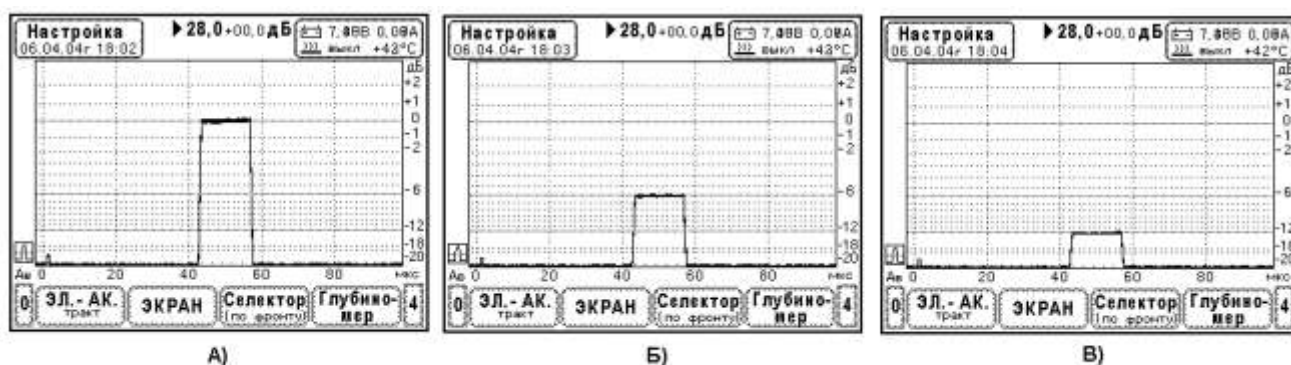

Рис.10.6.6.1. Определение параметров амплитудной характеристики приемного тракта дефектоскопа.
Проверка параметров амплитудной характеристики дефектоскопа УД9812 производится в режиме отображения детектированных сигналов. Используется схема измерений Рис. 10.6.4.1. Вначале амплитуда тест-сигнала настраивается на стандартный уровень дефектоскопа (0 дБ разметки экрана), затем с помощью образцового аттенюатора производят установку тест-сигнала на уровни +3 дБ, -6 дБ, -12дБ и -20 дБ экрана дефектоскопа, считывают ослабление аттенюатора и определяют погрешности амплитудной характеристики. Вид тест-сигнала при определении погрешностей амплитудной характеристики показан на Рис.10.6.6.1.
3. Настройка амплитуды тест сигнала на стандартный уровень дефектоскопа. В меню «Экран», регулируя усиление прибора, установите амплитуду тест-сигнала на уровень 0 дБ по разметке экрана - Рис.10.6.6.1.А. Если необходимо, проведите точную настройку с помощью ручки «амплитуда» генератора сигналов Г4-102. Зафиксируйте ослабление аттенюатора $K_{ст}$ [дБ].